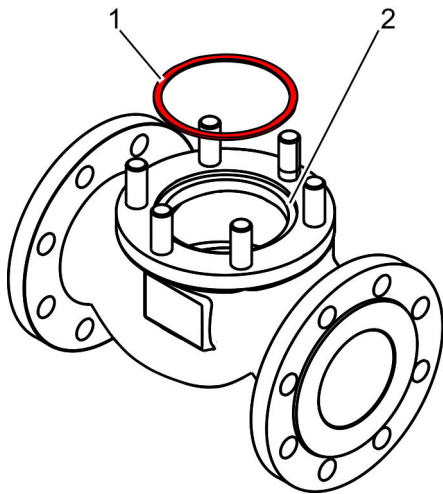

Fig. 9 : Retrait de la bague d'étanchéité
5. ➤ Retirer la bague d'étanchéité (Fig. 9 /1) de la rainure (Fig. 9 /2) du carter.
8. ➤ Insérer une nouvelle bague d'étanchéité (Fig. 9 /1) dans la rainure (Fig. 9 /2) du carter.